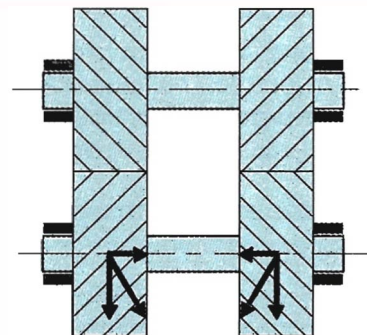

Figure 3.8 • Montage d'engrenages en opposition : les forces axiales s'annulent.
- Pour deux engrenages voisins, le sens des hélices est mis en opposition afin que les forces axiales s'annulent (figure 3.8).